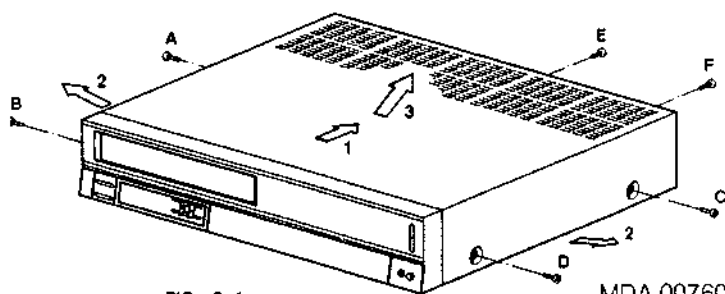

FIG. 2-1
- Verwijder de schroeven A, B, C, D, E en F (zie fig. 2-1).